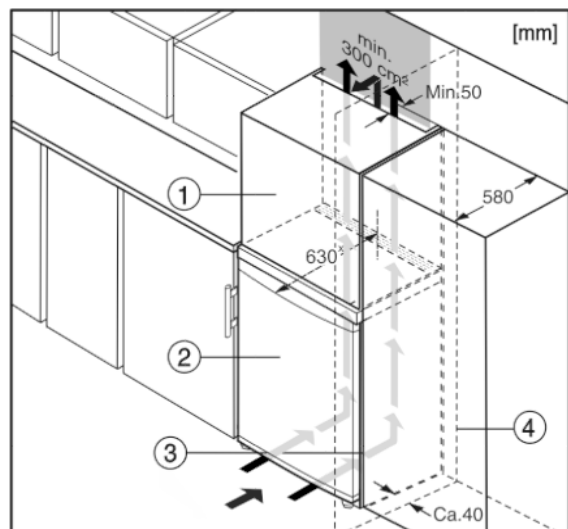

Fig. 5
Устройство может быть окружено кухонными шкафами. Чтобы уравнивать устройство *Fig. 5 (2)* по высоте с кухонной стенкой, можно установить над устройством дополнительный шкафчик *Fig. 5 (1)*.
При комбинировании с кухонными шкафами (глубина макс. 580 мм) устройство можно установить непосредственно рядом с кухонным шкафом *Fig. 5 (3)*. Устройство выступает сбоку на 34 мм^x и по центру на 50 мм^x относительно передней стенки кухонного шкафа.
Если устройство установлено на шарнирах у стены *Fig. 5 (4)*, то расстояние между устройством и стеной должно быть не менее 40 мм. Настолько выступает ручка при открытой дверце.